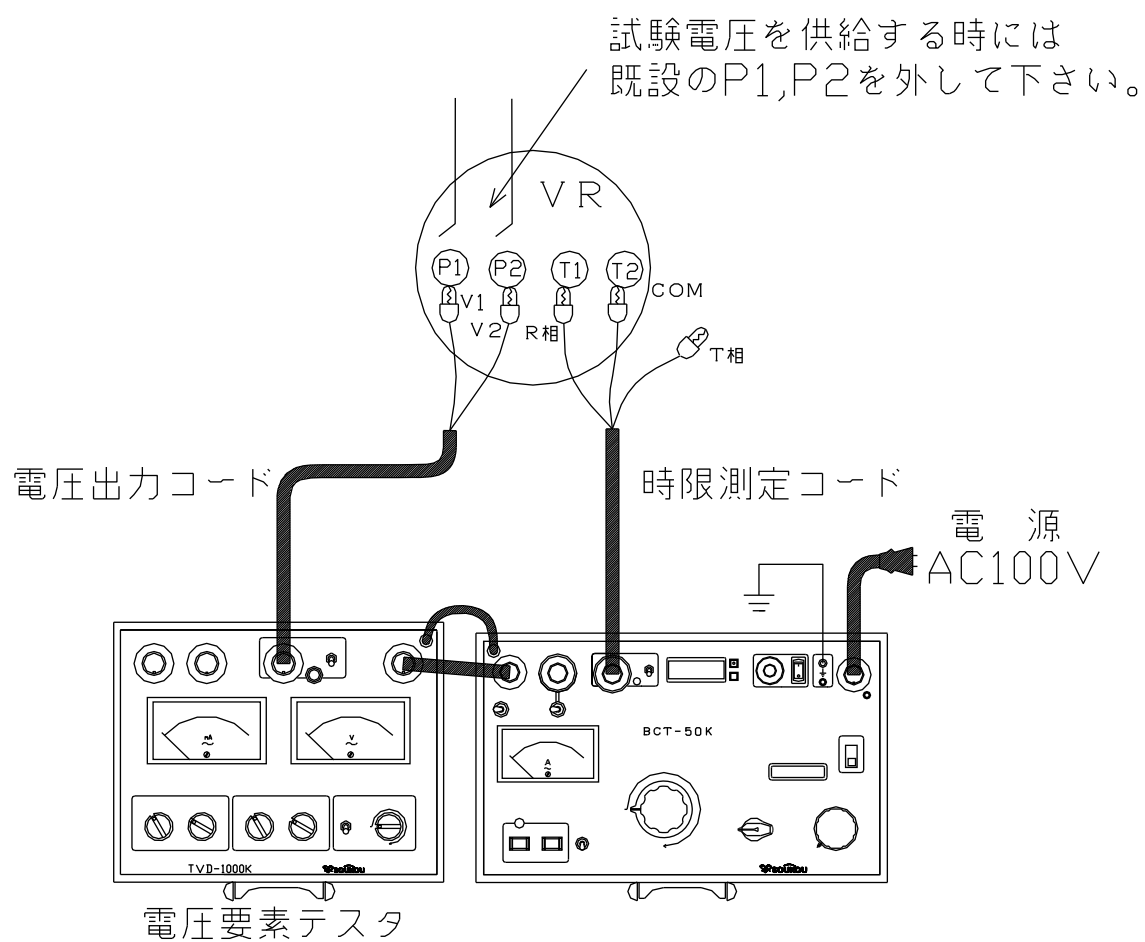

図18：試験回路図(停電状態)
4. 以上のような点を注意し、試験回路を構成します。（図18）